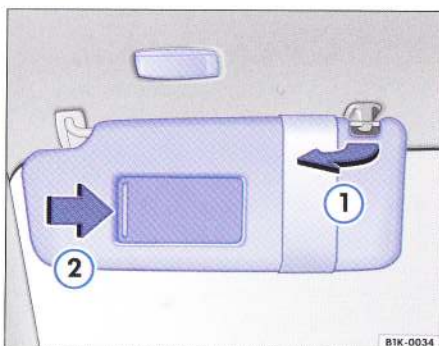

Fig. 44 Parasolarul pe partea conducătorului.
mijlocul autovehiculului și pot fi poziționate paralel cu ușa ⇒ fig. 44 ①.